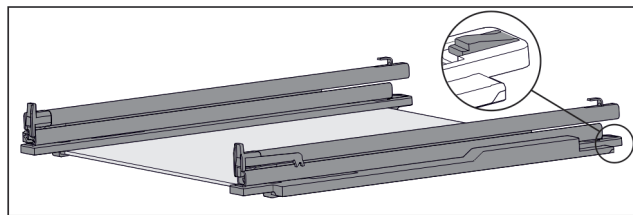

Fig. 96 Tablette en verre avec rails et pièces de retenue
- ▶ Pousser l'arrière de la pièce de retenue vers le bas (voir Fig. 96) et pousser dans le même temps le tiroir vers l'arrière.